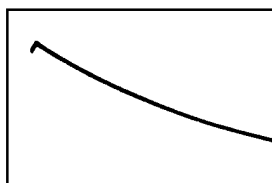

図 20
波形は図 20 のような形で観測できます。(極性 +)
6. 波形は図 20 のような形で観測できます。